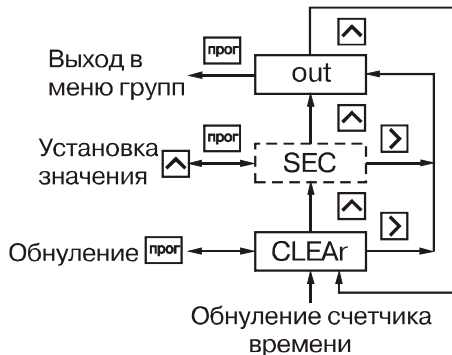

Рис. 29
6.1.12. Группа "t_rES" (рис. 29) предназначена для обнуления счетчика времени, например в случае использования прибора в качестве счетчика наработки.